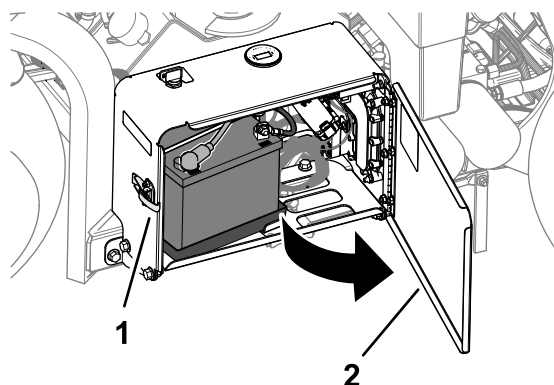

Рисунок 13
1. Разблокируйте и откройте дверцу аккумуляторного отсека (Рисунок 13).